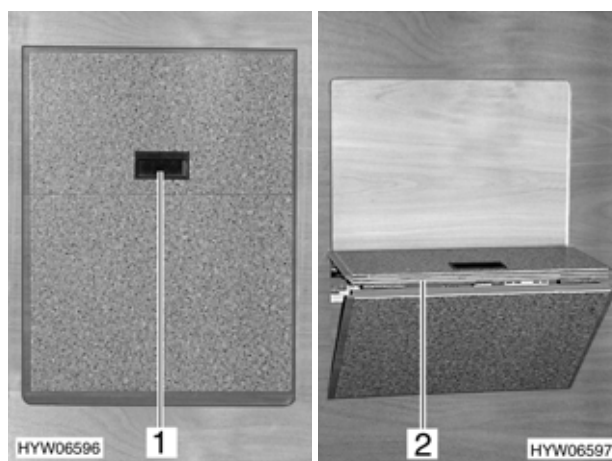

Fig. 77 Scalino del letto in coda
- Afferrare la maniglia (Fig. 77,1) e tirarla in avanti.
- Spingere lo scalino (Fig. 77,2) verso il basso fino allo scatto del fine corsa.